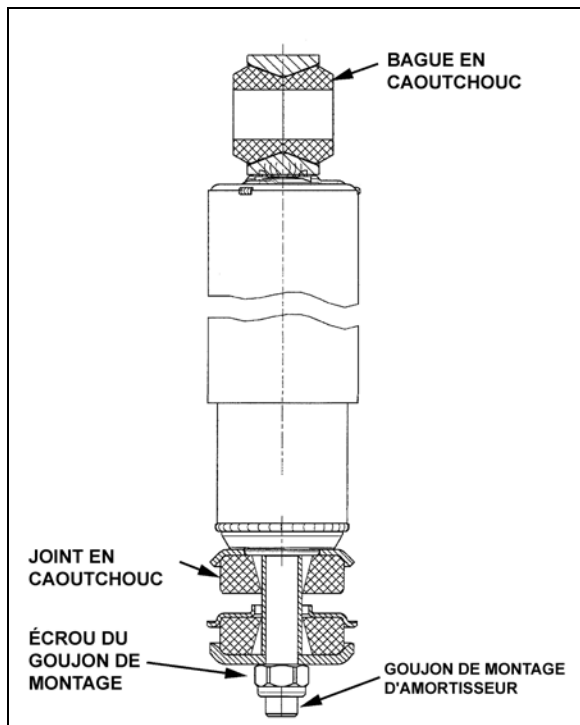

FIGURE 36 : AMORTISSEUR
5. Poser l'amortisseur comme illustré dans Figure 36 avec le goujon de montage qui dépasse à travers le trou dans le support de montage et les œillets d'amortisseur par-dessus les goupilles de montage. Poser la rondelle extérieure.